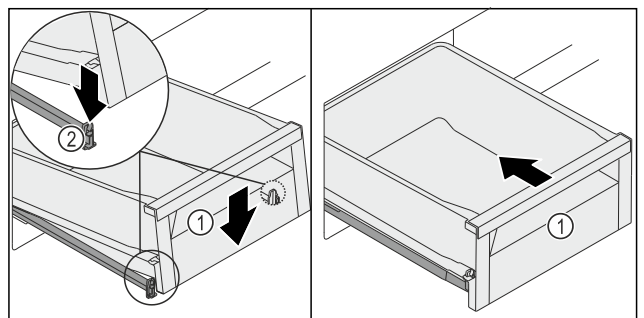

Fig. 127
- Schubfach Fig. 127 (1) vorne absenken, so dass das Schubfach links und rechts in die Klemme Fig. 127 (2) rutscht.
- Schubfach Fig. 127 (1) rastet hörbar ein.
- Schubfach Fig. 127 (1) einschieben.